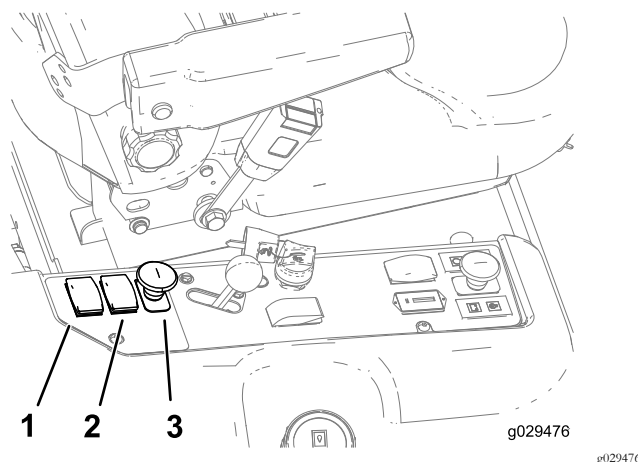

Bild 15
6. Drücken Sie den Hubschalter, um den Füllkasten anzuheben (Bild 15).
7. Drücken Sie den Klappenschalter, um die Klappe am Füllkasten zu öffnen (Bild 15).